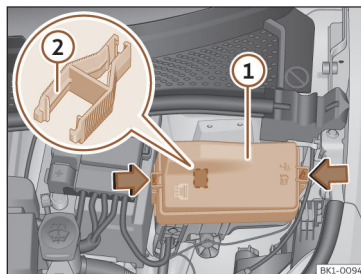

Fig. 187 No compartimento dianteiro: tampa da caixa de fusíveis.
- Pressione as patilhas de bloqueio para desbloquear a tampa da caixa de fusíveis >>> **Fig. 187**.